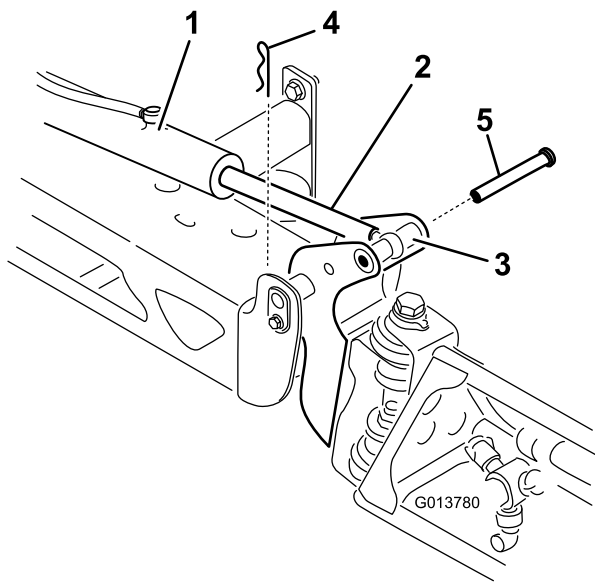

Bild 83
2. Nehmen Sie den Splint vom Lagerbolzen ab (Bild 83).
3. Heben Sie den Ausleger an und nehmen Sie den Stift ab (Bild 83), senken Sie den Ausleger dann langsam auf den Boden ab.
9. Halten Sie den Ausleger fest und stecken Sie den Stift durch das Auslegerscharnier und die Aktuatorstange (Bild 83).